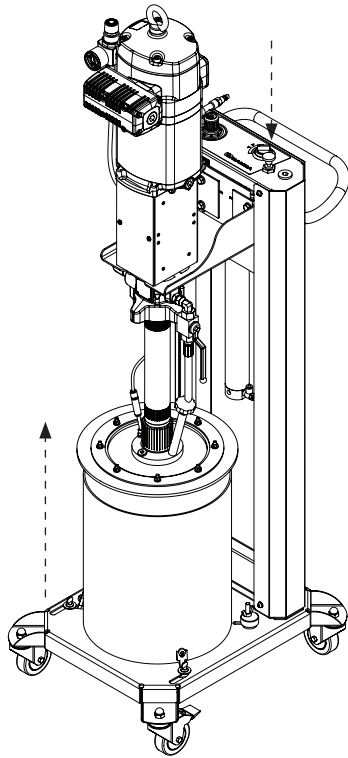

Fig. 11
- Pressione a válvula de rotura de vazio para permitir a extração do tambor (Fig. 11).